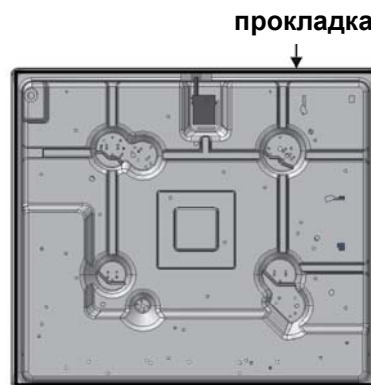

Рис. 5
3. Положить варочную поверхность нижней стороной вверх и приклеить прокладку по периметру варочной поверхности (рис. 5).